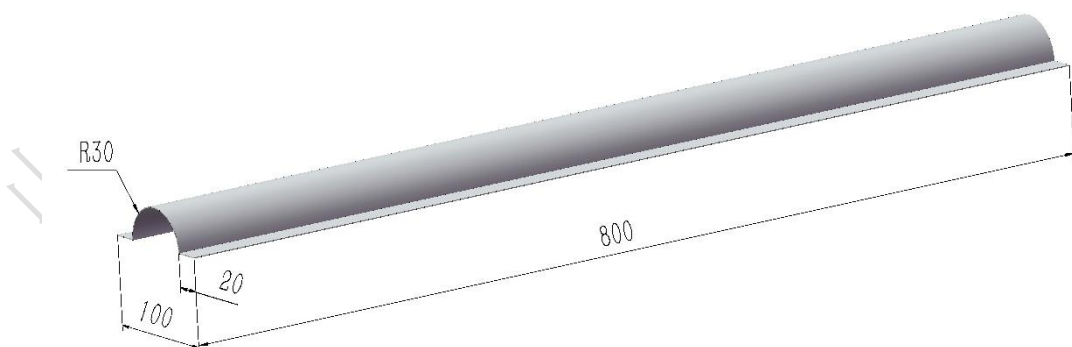

图 8 障碍物 尺寸图
(5) 障碍物材质为铝合金，底部由 PE 泡棉背胶固定在地面上。具体尺寸如图 8 所示。